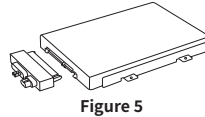

Figure 5
- 用螺丝刀逆时针方向将螺丝从连接器中卸下预装（如果有）的SSD内存（图3所示）；将新M.2 SSD底部的缺口与连接器上的凸起对齐，然后装M.2 SSD的底部边缘插入连接器（图4所示），最后用螺丝刀顺时针方向通过螺丝将M.2 SSD固定到支架上（图5所示）。
- 1.Use the screws included in the package to fix the 2.5-inch hard disk and the hard disk metal bracket to the On the bottom shell (as shown in Figure 5);